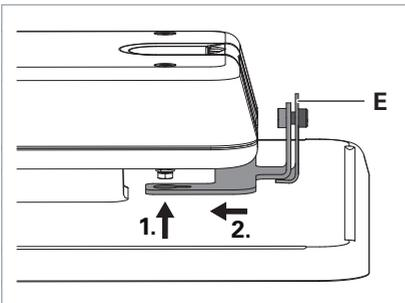

Fig. 10: Fäst hållvinkeln i armaturen.
- ▶ Fäst hållvinkeln **E** i armaturen, se Fig. 10.